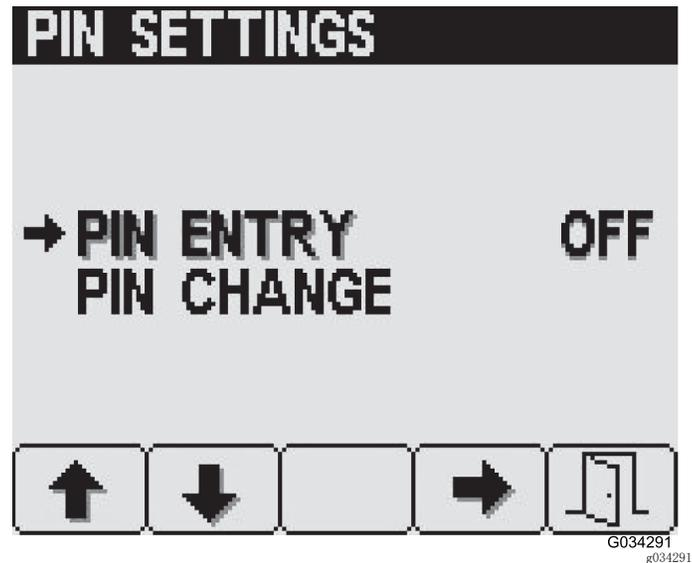

图33
- 从 PIN Settings（PIN 设置）屏幕，按 4 号按钮选择 PIN Entry（PIN 输入），打开或关闭 PIN 选项（图33）。